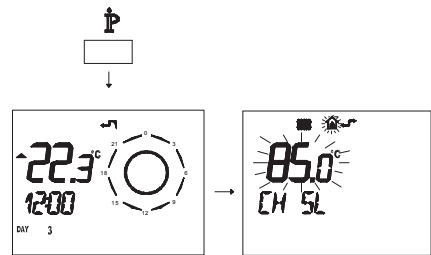

Figura 5.42
- Pulse durante más de 3 segundos el botón **IP** para entrar en la modalidad **INFO** (Figura 5.42).